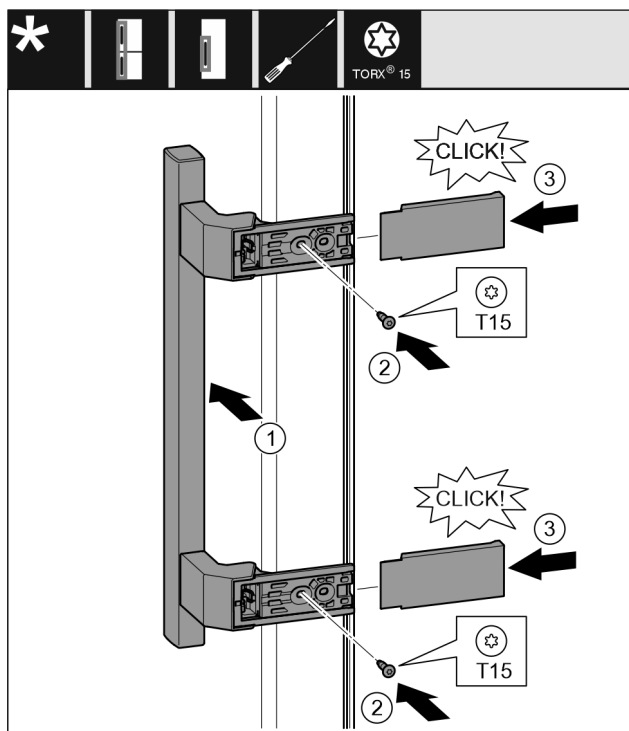

Fig. 21
- ▶ Poser la poignée sur le côté opposé. Fig. 21 (1)
- ▶ Serrer les vis avec un tournevis T15. Fig. 21 (2)
- ▶ Mettre en place les caches latéralement et les enfiler. Fig. 21 (3)